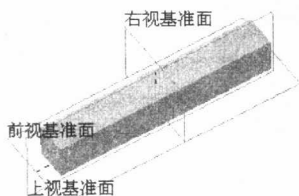
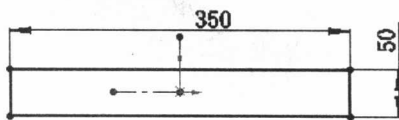

图 1.2 拉伸 1
图 1.3 横断面草图
Step2. 添加图 1.2 所示的零件基础特征——拉伸 1。
(1) 选择命令。选择下拉菜单 **插入(I)** → **凸台/基体(B)** → **拉伸(E)** 命令（或单击“特征(F)”工具栏中的  按钮）。
(2) 定义特征的横断面草图。
① 定义草图基准面。选取前视基准面作为草图基准面。
② 定义横断面草图。在草绘环境中绘制图 1.3 所示的横断面草图。
③ 选择下拉菜单 **插入(I)** → **退出草图** 命令，退出草绘环境，此时系统弹出“拉伸”窗口。
(3) 定义拉伸深度属性。
① 定义深度方向。采用系统默认的深度方向。
② 定义深度类型和深度值。在“拉伸”窗口 **方向1** 区域的下拉列表中选择 **给定深度** 选项，输入深度值 60.0。